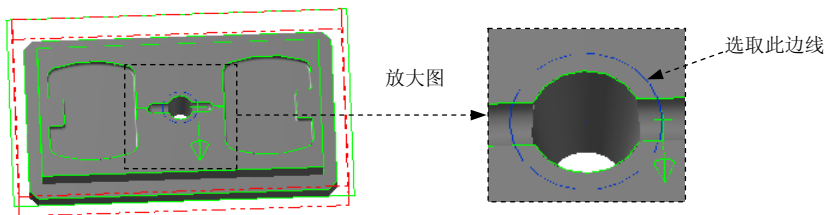

图 20.30 设置加工边界
Step4. 设置加工边界。在 **边界范围** 区域中单击  按钮, 系统弹出“串连选项”对话框。在图形区中选取图 20.30 所绘制的边线, 单击  按钮, 系统返回至“刀具路径的曲面选取”对话框。单击  按钮, 系统弹出“曲面粗加工等高外形”对话框。